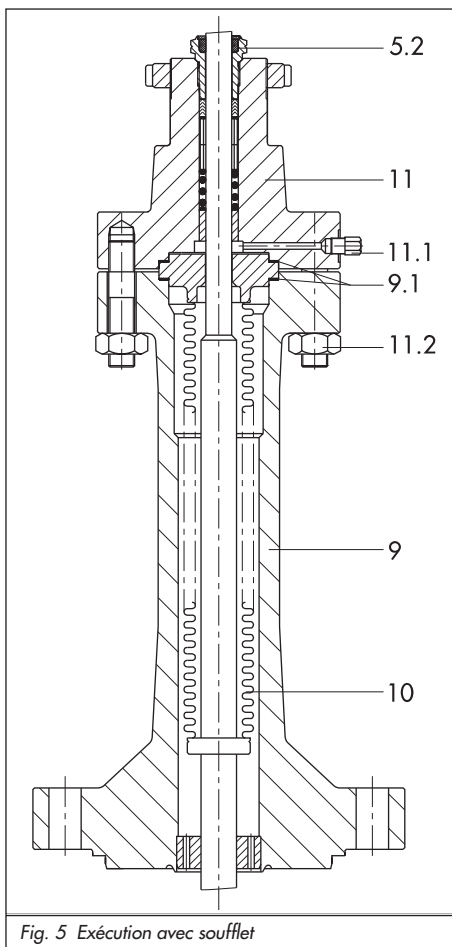

Fig. 5 Exécution avec soufflet
L'exécution avec soufflet métallique (fig. 5) comporte sur la bride supérieure un raccord de contrôle (11.1) pour vérifier l'étanchéité du soufflet.
Légende fig. 5
Le soufflet métallique (10) peut seulement être remplacé en tant que pièce de soufflet complète avec la tige de clapet. Pour cela, procéder comme indiqué dans le paragraphe 5.1.2 (Fig. 5).